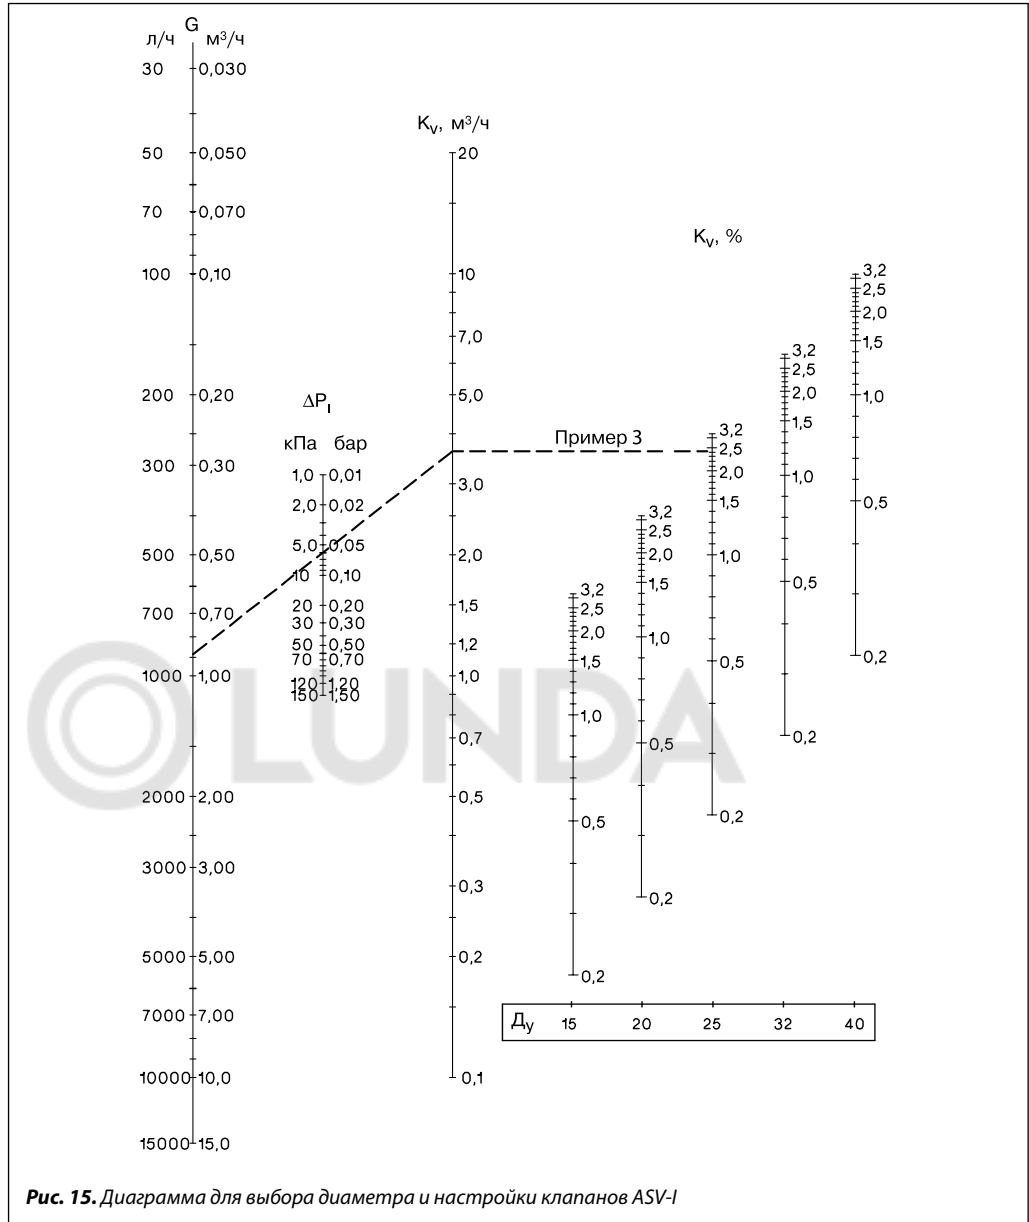

Рис. 15. Диаграмма для выбора диаметра и настройки клапанов ASV-I
3. По диаграмме (рис. 15) находим настройку клапана ASV-I, $D_y = 25$ мм, — 2,4 оборота штока. Настройку можно определить по номограмме без вычисления K_V . Для этого нужно соединить точки расхода 0,88 м³/ч на шкале G с точкой 0,06 бар на шкале ΔP_I . Затем, продлив линию, соединяющую данные точки, на шкале K_V находим требуемое значение пропускной способности — 3,6 м³/ч. Далее проводим горизонтальную линию до вертикальной шкалы настроек клапана — $D_y = 25$ мм, где находим значение настройки.
Запорно-балансировочный клапан ASV-I снабжен двумя цанговыми ниппелями для измерения перепада давлений на нем с помощью специального прибора фирмы «Данфосс» типа PFM 3000 (см. стр. 83) или ему подобных. Прибор подключается к ниппелям клапана с использованием штатных шлангов с быстроразъемными соединениями. После присоединения шлангов вентили ниппелей открываются поворотом их на ½ оборота против часовой стрелки 8-мм гаечным ключом. По измеренному перепаду давлений на полностью открытом клапане известного диаметра по диаграмме, представленной на рис. 15, можно определить фактический расход среды в трубопроводе системы. После проведения измерений вентили ниппелей следует закрыть поворотом их по часовой